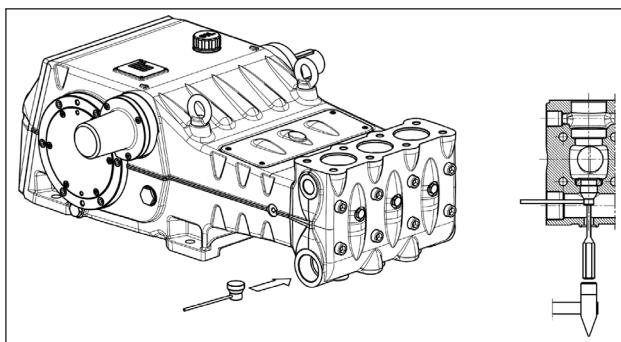

Fig. 113
**En caso de dificultad para extraer el grupo de la válvula de aspiración (por ejemplo, si se han formado depósitos debidos a largos períodos de inactividad de la bomba) utilizar el extractor cód. 27516200 (para LK36-LK40-LK45) o cód. 27516300 (para LK50-LK55-LK60) (pos. ①, Fig. 113) y actuar como se indica a continuación.**